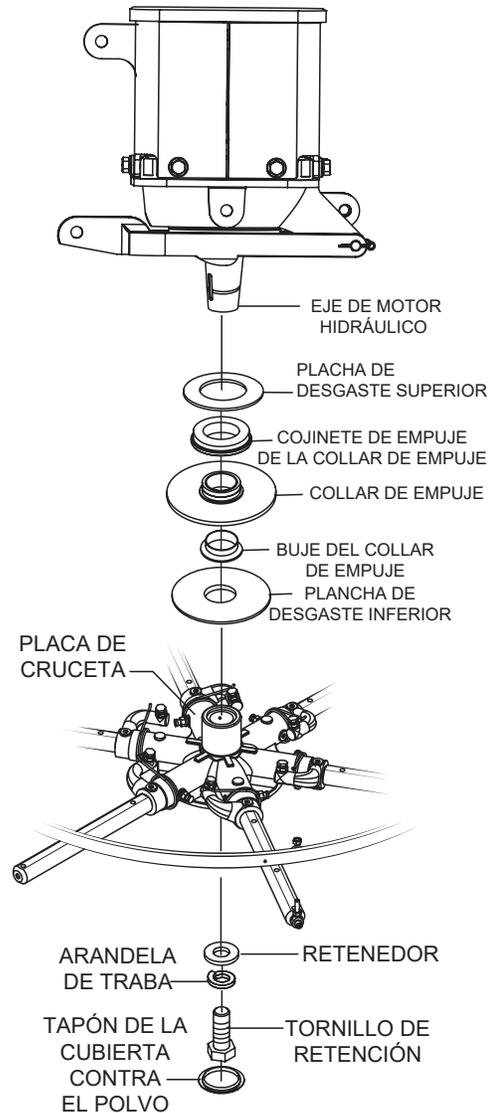

Figura 49. Retirada de la cruceta
1. Use la herramienta de retirada o equivalente, quite el tapón de la tapa contra el polvo (Figura 49) en el lado de abajo de la placa de la cruceta. Se ha proporcionado este tapón para proteger las roscas de la cruceta contra los contaminantes.